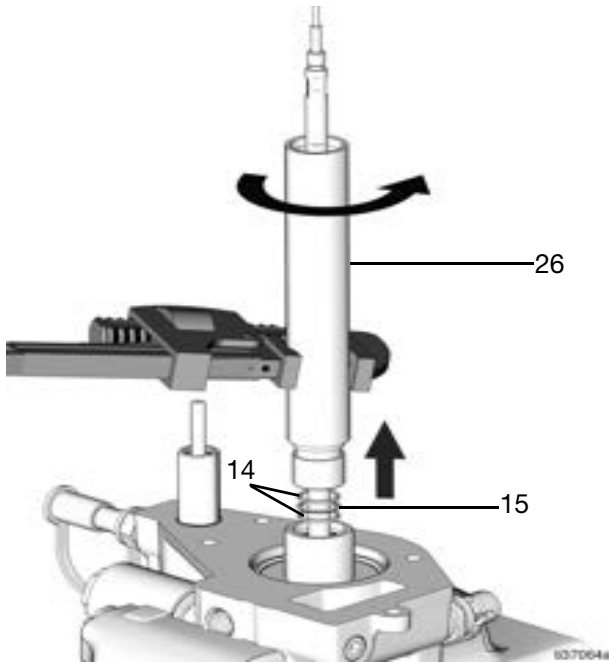

图 45
28. 松开并从顶部外壳上拆下延长管 (26)。卸下两个支撑环(14) 和 O 形圈 (15) (图 45)。